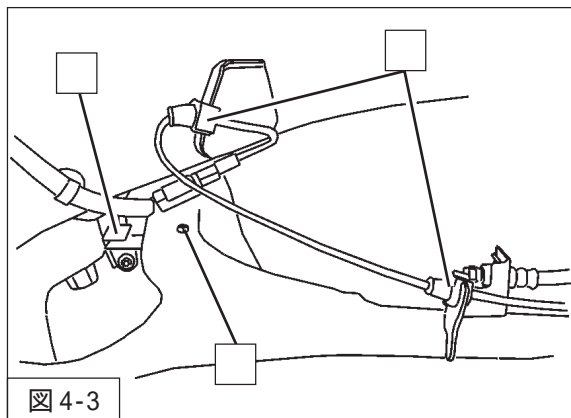

図4-3
5. ワイヤガイドラバーのクリップ(2ヶ所)を取付けてください。(図4-3)
6. リアヘッドライトアジャスタセンサー取付ボルト(締付トルク:9.8N・m)を使用して、アクスルビームにリアヘッドライトアジャスタセンサーを取付けてください。(図4-3)